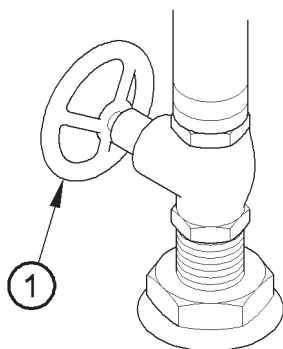

Figura 8
1. Asegúrese de que la toma de agua salada esté cerrada (la figura 8, elemento 1 muestra un ejemplo típico).